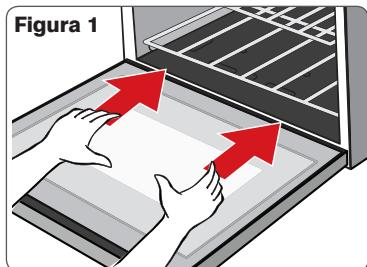

Figura 1
- 1 Abra a porta, posicione as mãos sobre o vidro e empurre-o na direção do forno, conforme indicado na figura 1.